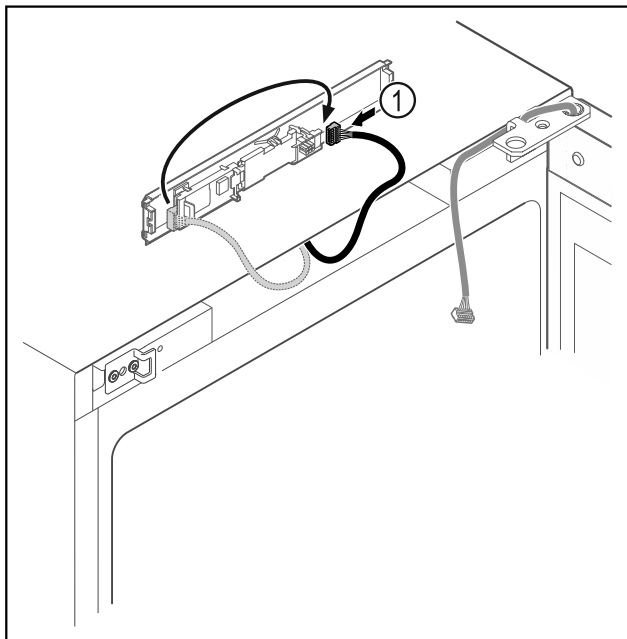

Fig. 9
- Dugja át a dugót Fig. 9 (1) a NYÁK-ba.